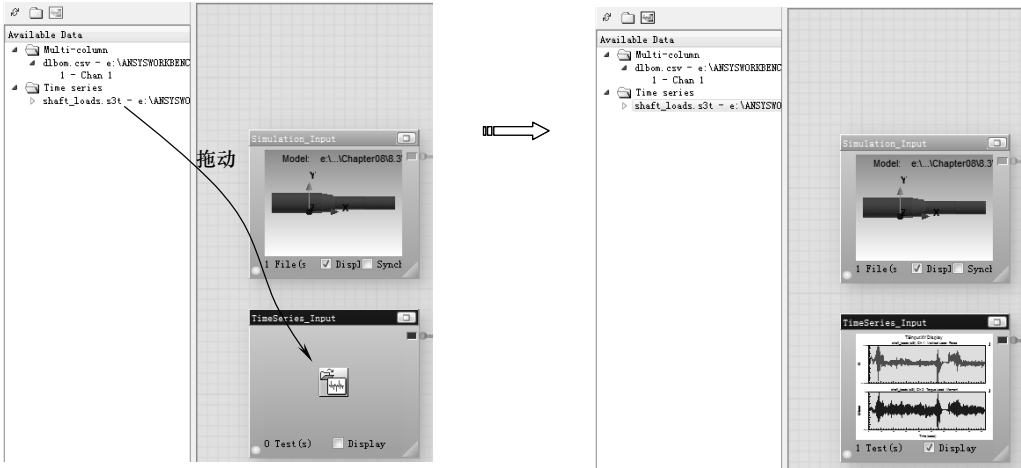

图 7-72 关联载荷文件
5) 关联载荷文件。在【Available Data】窗口中拖动 shaft_loads.s3t 文件到【TimeSeries_Input】窗口，选中下方的【Display】复选框，把数据中的载荷时间历程文件拖入到时间序列输入框建立关联，如图 7-72 所示。